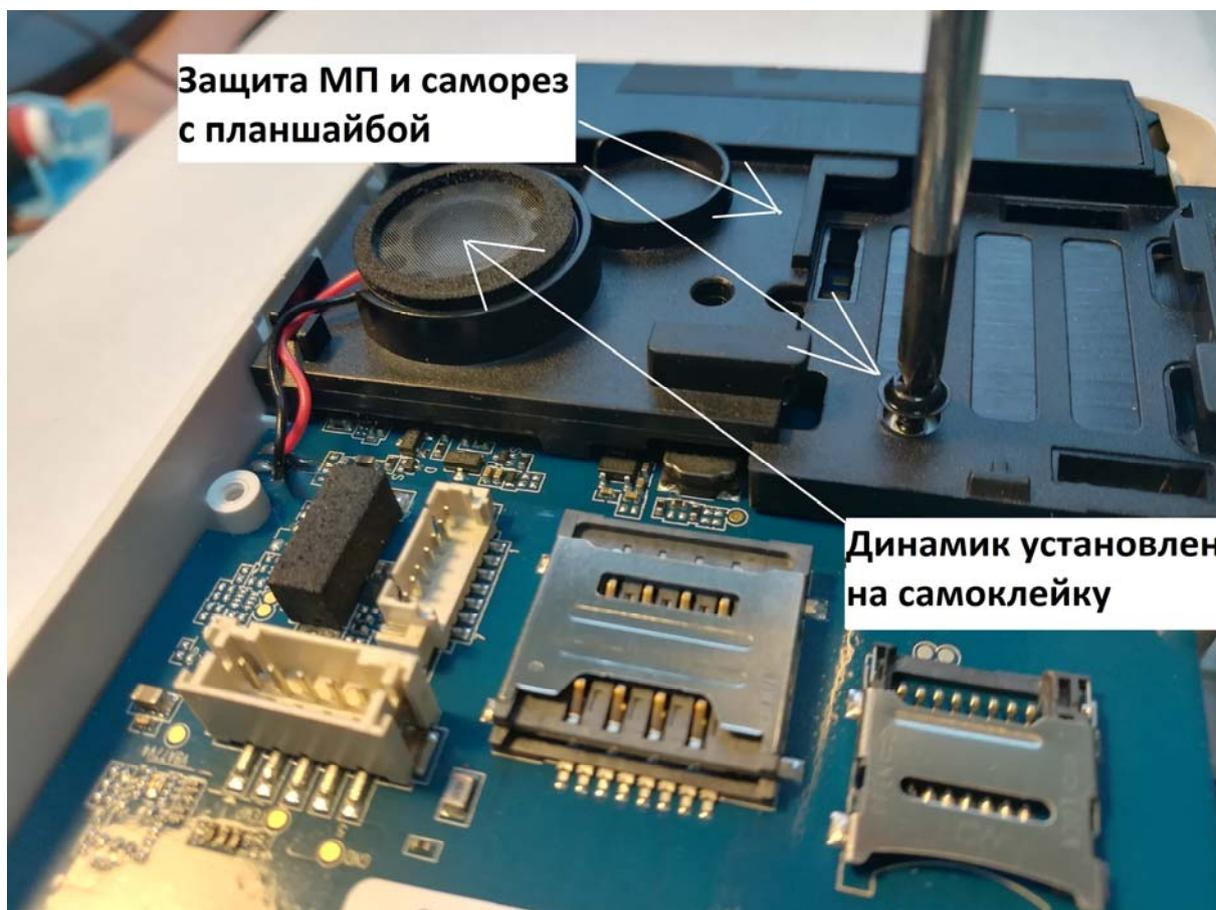

рис.18
5. Защита МП Крепится к МП посредством самореза с планшайбой. Динамик установлен на Защиту МП посредством соклеящейся плёнки. Открутить Саморез. Извлечь Динамик из Защиты МП (см. рис. 18)